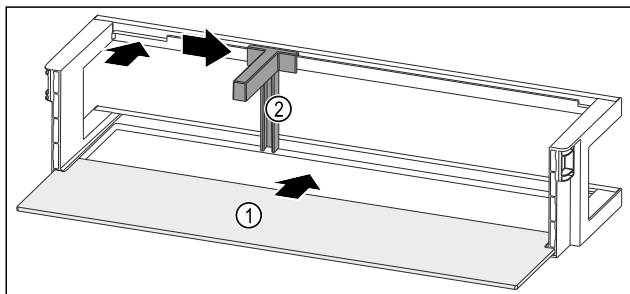

Fig. 98 Odkladací priestor vo dverách s odkladacou plochou
- Zasuňte odkladaciu plochu Fig. 98 (1) do bočných vybraní.
- Vložte držiak fliaš Fig. 98 (2) do vybrania.
- Potlačte držiak fliaš Fig. 98 (2) v požadovanej polohe do strany.